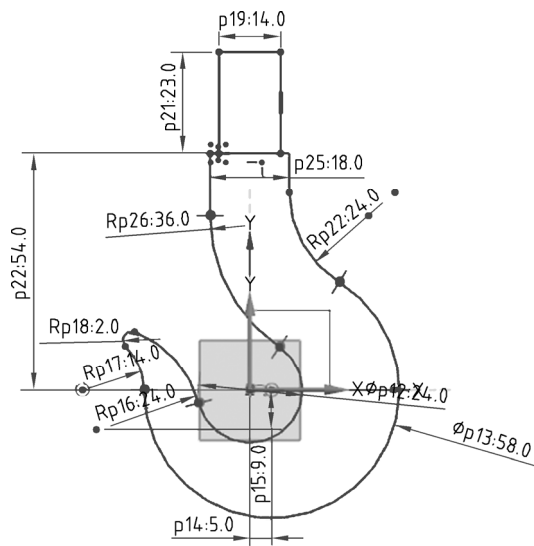

图 1-2-14 修剪图形
(10) 修剪。点击【直接草图】→【修剪】命令，对多余的线进行修剪，完成后如图 1-2-14 所示。